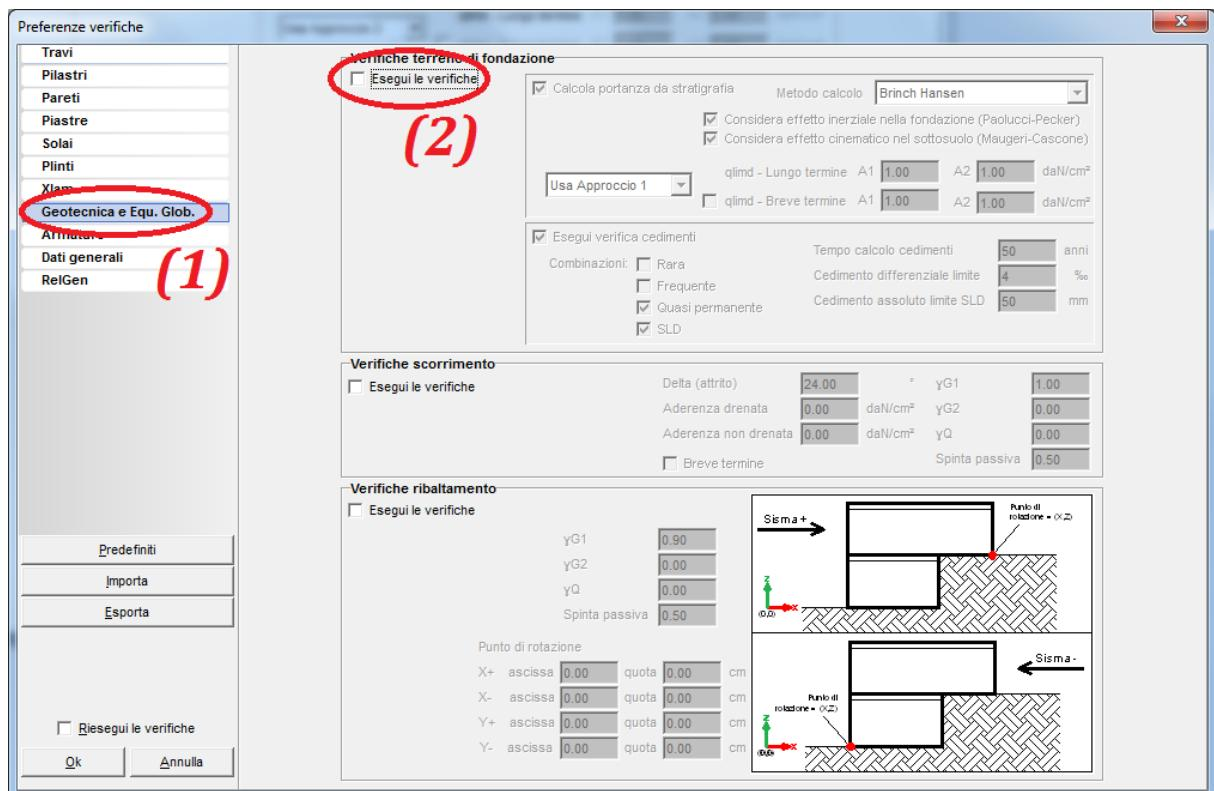

Figura 49
Con riferimento alla figura 49 attivare, adesso, la sezione “Geotecnica” (1). Le verifiche relative al terreno di fondazione saranno, in questo caso, trascurate (2) non avendo inserito in fase di input la caratterizzazione della lito-stratigrafia per la quale si rimanda al manuale specifico di FaTA-E.